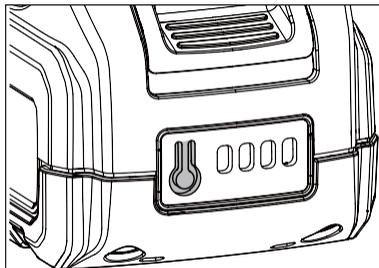

Рис. 15
2. Нажмите на батарейный блок, чтобы убедиться, что контакты на аккумуляторном блоке правильно подключены к контактам в зарядном устройстве (Рис. 15).